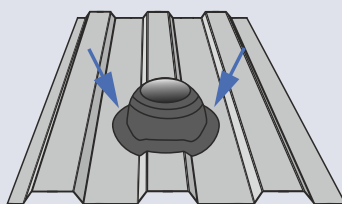

Рис.3
4. Спрофилируйте уплотнительную манжету по форме кровельного покрытия (рис.3).